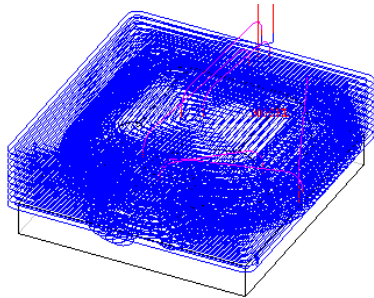

图 2-97 文件调入
1) 启动 Cimatron E9.0。启动 Cimatron E9.0，选择下拉菜单“文件”→“打开文件”命令，弹出“Cimatron Explorer”对话框；选择“exercise03nc.elt”（“随书光盘：\Chapter02\exercise3\uncompleted\exercise03nc.elt”）文件，单击 Load 按钮，完成文件调入，如图 2-97 所示。